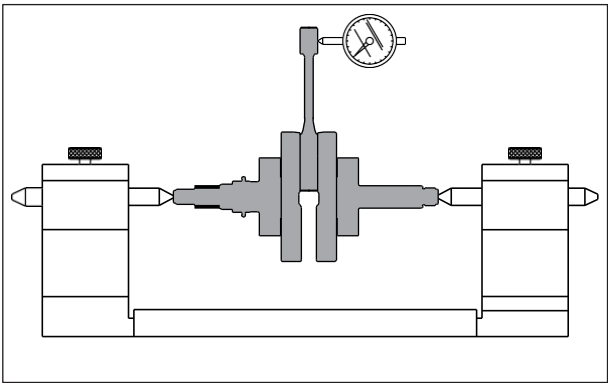

Fig. 3.154
- Mida el desgaste del cojinete de la bieta como está en la figura. Si a medida excede el límite de servicio, remplace el cigüeñal completo por uno nuevo. (Fig. 3.154)